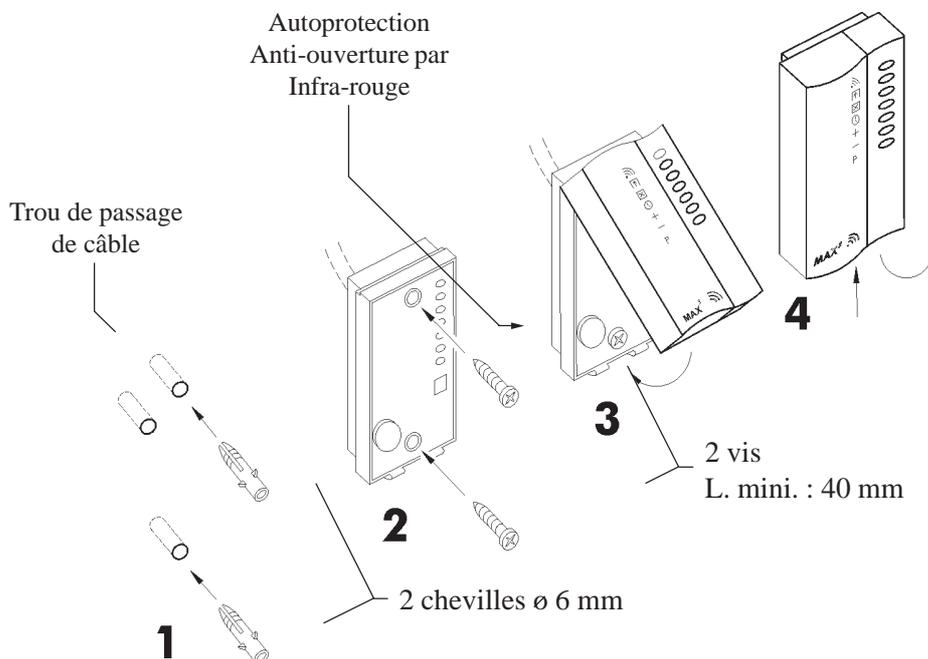

Figure 5-3. Installation des lecteurs MAX3.
1. A l'aide du gabarit de perçage (Fiche **12ACC0023** fournie), repérer les deux points de fixation du lecteur et le trou de passage du câble. Se référer à la **Figure 5-3** ci-dessous.